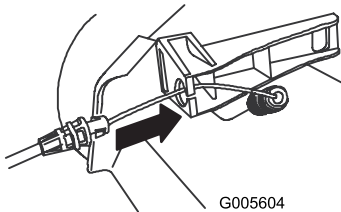

Figura 6
4. Introduzca el cable en el anclaje del cable situado en el soporte izquierdo del manillar (Figura 6).